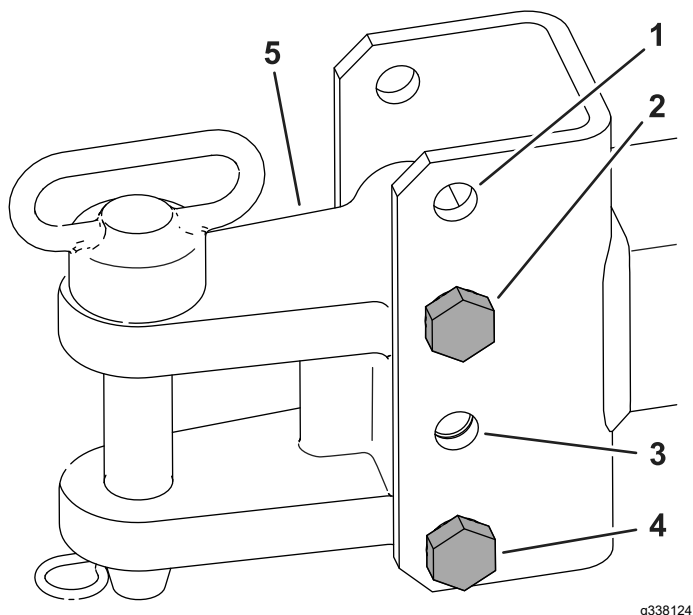

Figura 7
2. Ajuste el enganche del bastidor de arrastre hacia arriba o hacia abajo según la medida del enganche de la máquina. Utilice los orificios de montaje apropiados, como se muestra en la tabla siguiente y en la Figura 7.